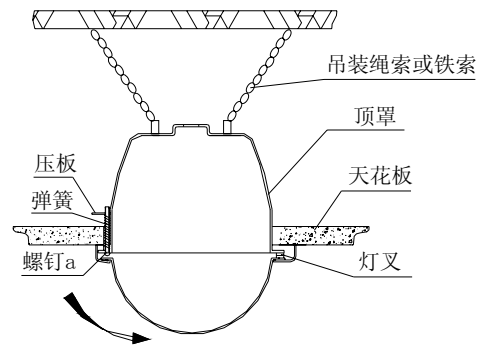

图 19
- (3) 将顶罩安装在天花板上，拧动螺钉 a 调整压板高度，使压块下端免于上罩之间的距离稍大于天花板的厚度，连接好吊装绳索或铁索。（见图 19）
- (4) 外部线缆连接